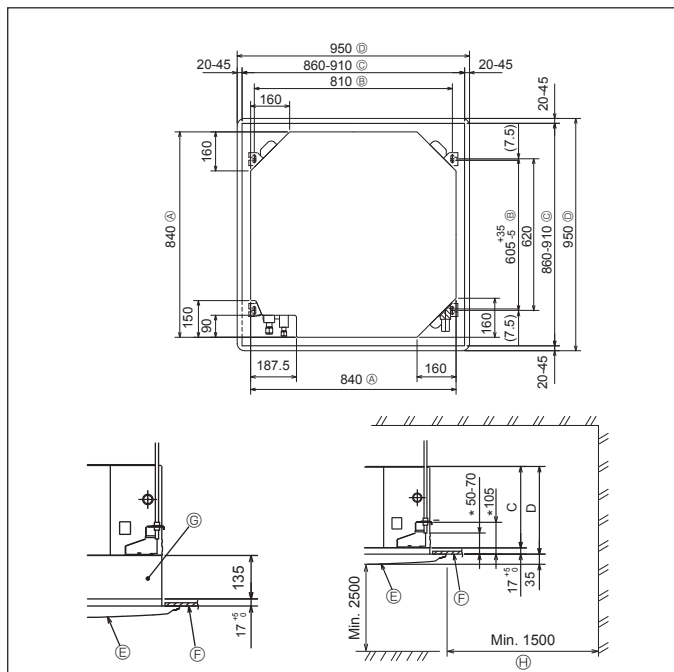

Fig. 2-2
2.2. Lage der Öffnungen in der Decke und der Befestigungsschrauben für die Aufhängung (Fig. 2-2)
- * Die Abmessungen der Deckenöffnung können innerhalb des in Fig. 2-2 dargestellten Bereichs angepaßt werden. Deshalb ist die Hauptanlage in der Deckenöffnung zu zentrieren und sicherzustellen, daß die jeweils gegenüberliegenden Seiten überall den gleichen Abstand aufweisen.
- (A) Außenseite der Hauptanlage (E) Gitter
- (B) Abstand zwischen (F) Decke
- (C) Deckenöffnung (G) Multifunktionaler Flügelrahmen (optional)
- (D) Außenseite des Gitters (H) Gesamte Außenseite